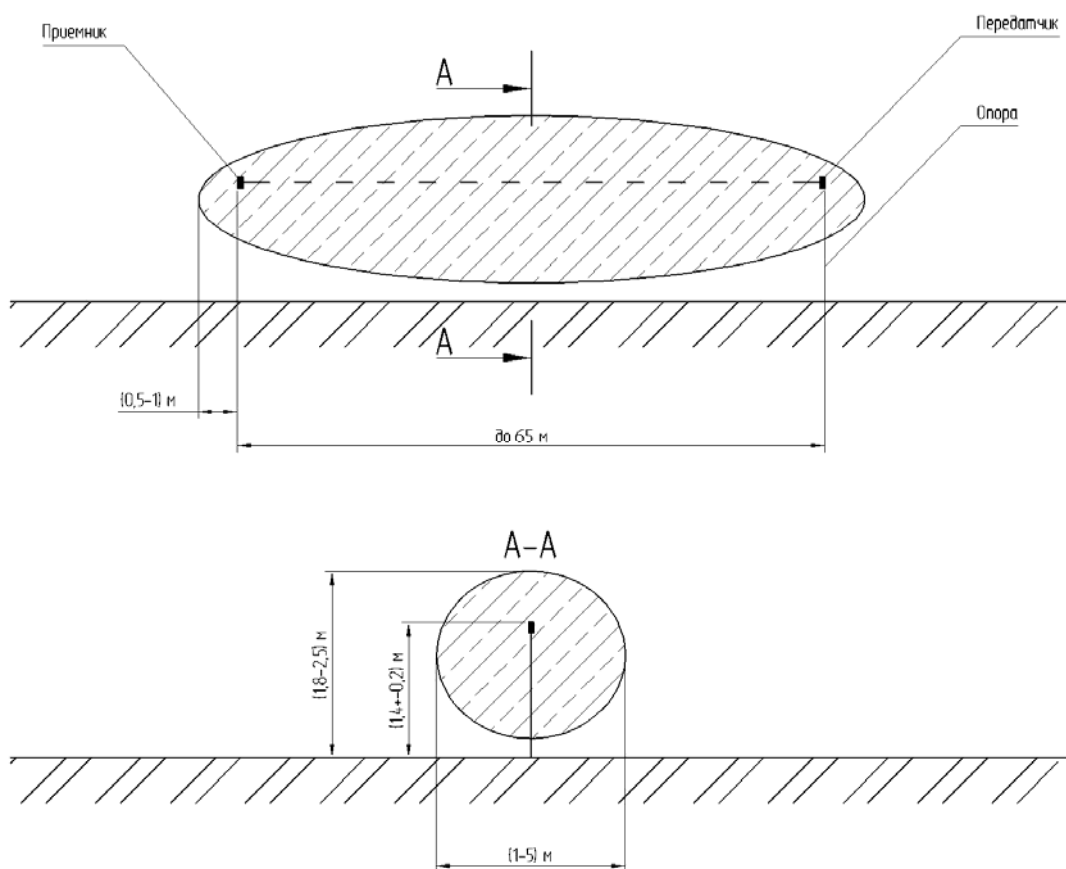

Рисунок 5.3. конфигурация зоны обнаружения по человеку
- Закрепить приемник и передатчик извещателя на кронштейны (приемник и передатчик должны быть установлены навстречу друг другу рисунок 5.3). Допустимое взаимное отклонение осей приемника и передатчика по вертикали и горизонтали  $\pm 15^\circ$ . **Извещатель не требует специального оборудования для установки соосности приемника и передатчика.**